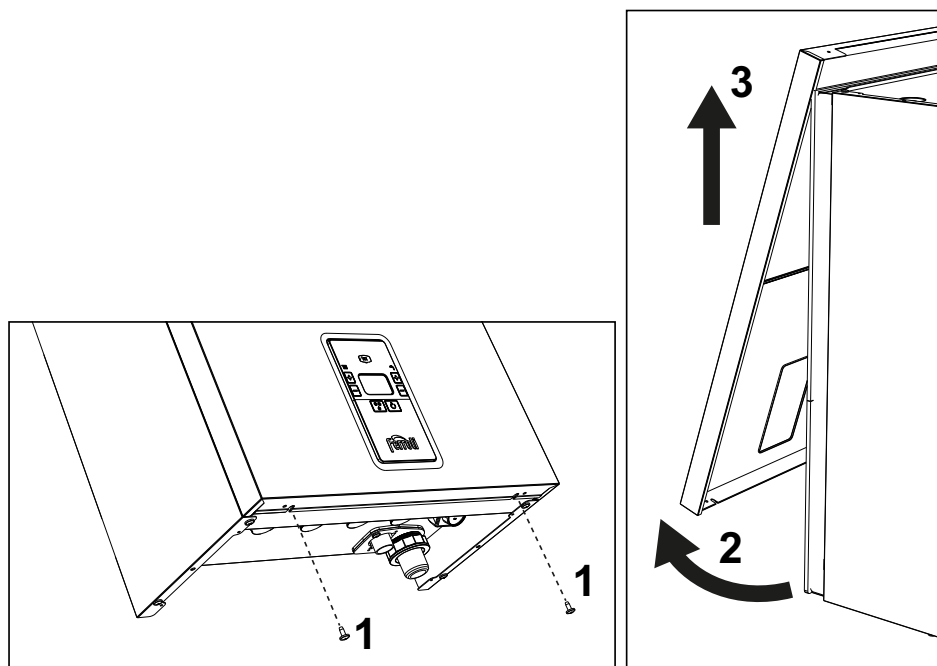

fig. 32- Abertura do painel frontal
1. Desaperte os parafusos "1" (ver fig. 32).